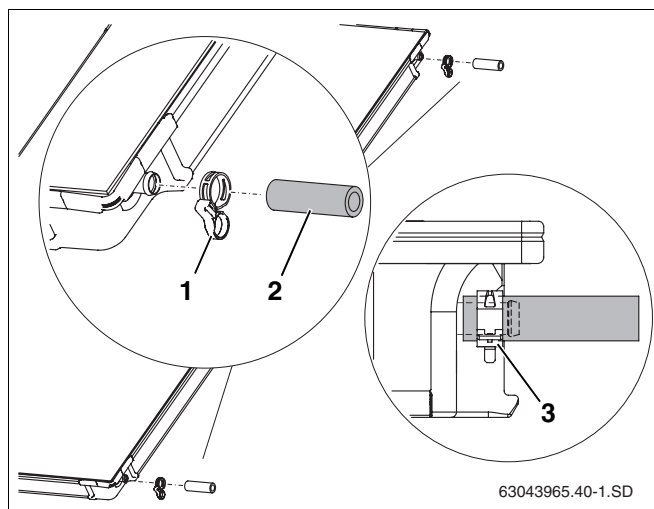

Рис. 20 Предварительный монтаж соединительного комплекта
- Надеть шланги 95 мм (рис. 20, **поз. 2**) на правые штуцеры второго и всех других коллекторов.
- Надеть пружинные хомуты (рис. 20, **поз. 1**) на шланг солнечного коллектора (второй хомут будет потом фиксировать подключение другого коллектора).
- Если пружинный хомут установлен правильно, то нужно потянуть фиксирующее кольцо для фиксации соединения (рис. 20, **поз. 3**).